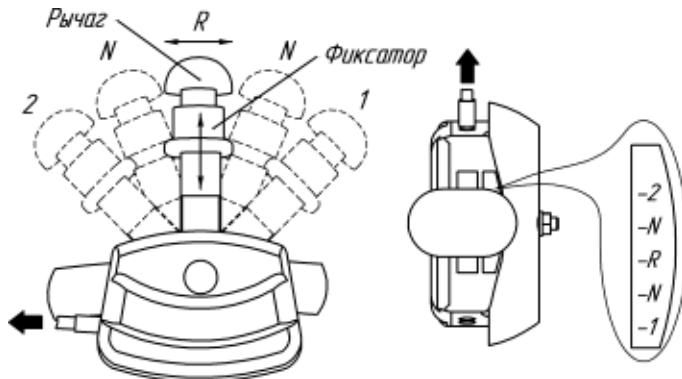

Рис.5 Рычаг переключения передач мотоблока МБ23 МультиАГРО
Для модификаций МБ23 переключение передач производится перемещением рычага на руле (рис.5): две передачи вперед (1 и 2), одна – задний ход (R), промежуточное положение – нейтральное (N).
Для переключения передач отпустите рукоятку сцепления, выжмите фиксатор, потянув его вверх и не отпуская его, переведите рычаг переключения передач в необходимое положение, соответствующее выбранной передаче, а затем отпустите фиксатор и убедитесь, что рычаг зафиксировался в данном положении (рис.5). Механизм переключателя передач имеет оригинальную конструкцию, которая включит выбранную передачу под воздействием пружинного "доводчика" после включения сцепления. При необходимости механизма переключения передач можно отрегулировать по методике описанной в разделе 19.